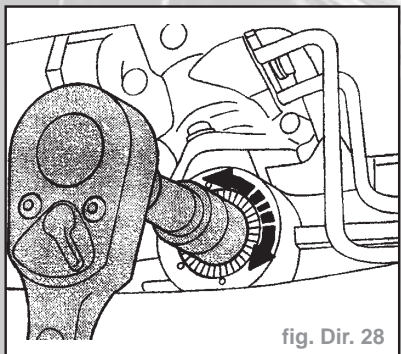

fig. Dir. 28
- Au cours de cette opération, le second mécanicien tourne avec précaution la vis de réglage dans le couvercle jusqu'à ce que les bruits de battement ne soient plus audibles dans l'habitacle (fig. Dir. 28).